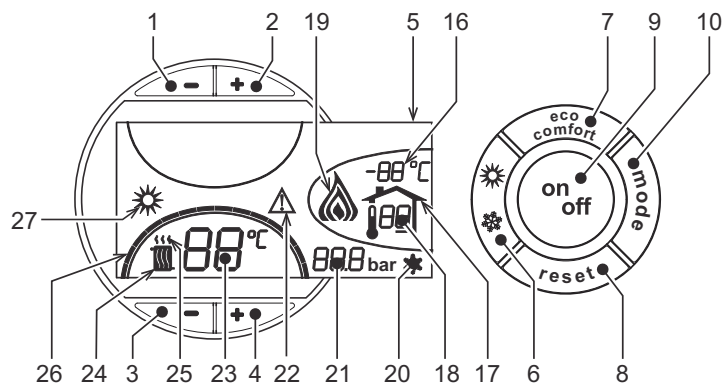
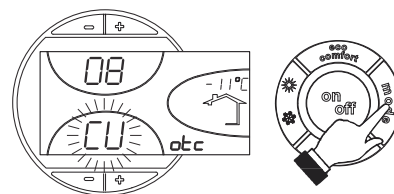
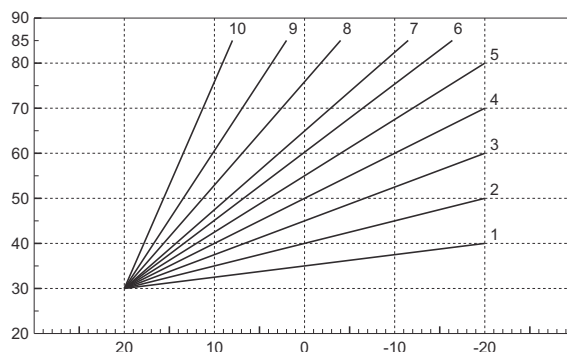
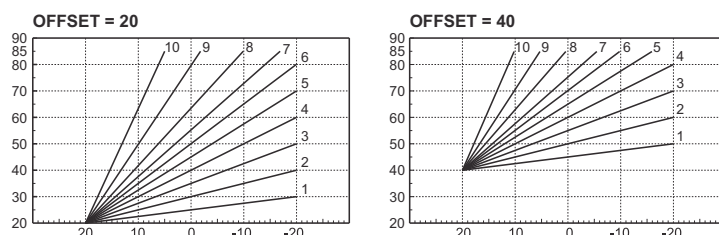

fig. 1 - Panel de control
fig. 9 - Curva de compensación
fig. 11 - Curvas de compensación
fig. 12 - Ejemplo de desplazamiento paralelo de las curvas de compensación
Pulsar la tecla **on/off** (9 - fig. 1) durante 1 segundo.
Cuando la caldera se apaga, la tarjeta electrónica permanece conectada. Se inhabilita el funcionamiento en calefacción. El sistema antihielo permanece operativo. Para volver a activar la caldera, pulsar nuevamente la tecla **on/off** (9 - fig. 1) durante 1 segundo.
- Pulsar la tecla **ON/OFF** (9 - fig. 1).
Pulsar la tecla **verano/invierno** (6 - fig. 1) 1 segundo.
En la pantalla se visualiza el símbolo Verano (27 - fig. 1): la caldera sólo suministra agua sanitaria. El sistema antihielo permanece operativo.
Para desactivar la modalidad Verano, pulsar nuevamente la tecla **verano/invierno** (6 - fig. 1) 1 segundo.
Mediante las **teclas** (3 y 4 - fig. 1) se puede regular la temperatura de la calefacción desde un mínimo de 30 °C hasta un máximo de 80 °C.
Mediante las teclas +/- (1 y 2 - fig. 1) se puede regular la temperatura del agua sanitaria desde un mínimo de 10 °C hasta un máximo de 65 °C.
Si está instalada la sonda externa (opcional), en la pantalla del panel de mandos (5 - fig. 1) aparece la temperatura instantánea medida por dicha sonda. El sistema de regulación de la caldera funciona con "Temperatura adaptable". En esta modalidad, la temperatura del circuito de calefacción se regula en función de las condiciones climáticas exteriores, con el fin de garantizar mayor confort y ahorro de energía durante todo el año. En particular, cuando aumenta la temperatura exterior disminuye la temperatura de ida a la calefacción, de acuerdo con una curva de compensación determinada.
Durante el funcionamiento con temperatura adaptable, la temperatura programada mediante las teclas de calefacción +/- (3 y 4 - fig. 1) pasa a ser la temperatura máxima de ida a la instalación. Se aconseja definir el valor máximo para que la instalación pueda regular la temperatura en todo el campo útil de funcionamiento.
Si se pulsa una vez la tecla **mode** (10 - fig. 1), se visualiza la curva actual de compensación (fig. 9), que se puede modificar con las **teclas del agua sanitaria** (1 y 2 - fig. 1). Seleccionar la curva deseada entre 1 y 10 según la característica (fig. 11).
Si se pulsan las **teclas de la calefacción** (3 y 4 - fig. 1), se accede al desplazamiento paralelo de las curvas (fig. 12), modificable mediante las **teclas del agua sanitaria** (1 y 2 - fig. 1).
Al pulsar otra vez la tecla **mode** (10 - fig. 1) se sale de la modalidad de regulación de las curvas paralelas.
Si la caldera tiene conectado el reloj programador a distancia (opcional), los ajustes descritos anteriormente se gestionan según lo indicado en la tabla 1. Además, en la pantalla del panel de mandos (5 - fig. 1) aparece la temperatura ambiente actual medida por el reloj programador a distancia.
Selección Eco/Comfort	Si se desactiva el funcionamiento en sanitario desde el menú del reloj programador a distancia, la caldera selecciona la modalidad Economy. En esta condición, la tecla 7 - fig. 1 del panel de la caldera está inhabilitada. Si se vuelve a activar el funcionamiento en sanitario con el reloj programador a distancia, la caldera se dispone en modo Comfort. En esta condición, con la tecla 7 - fig. 1 del panel de la caldera es posible pasar de una modalidad a otra.